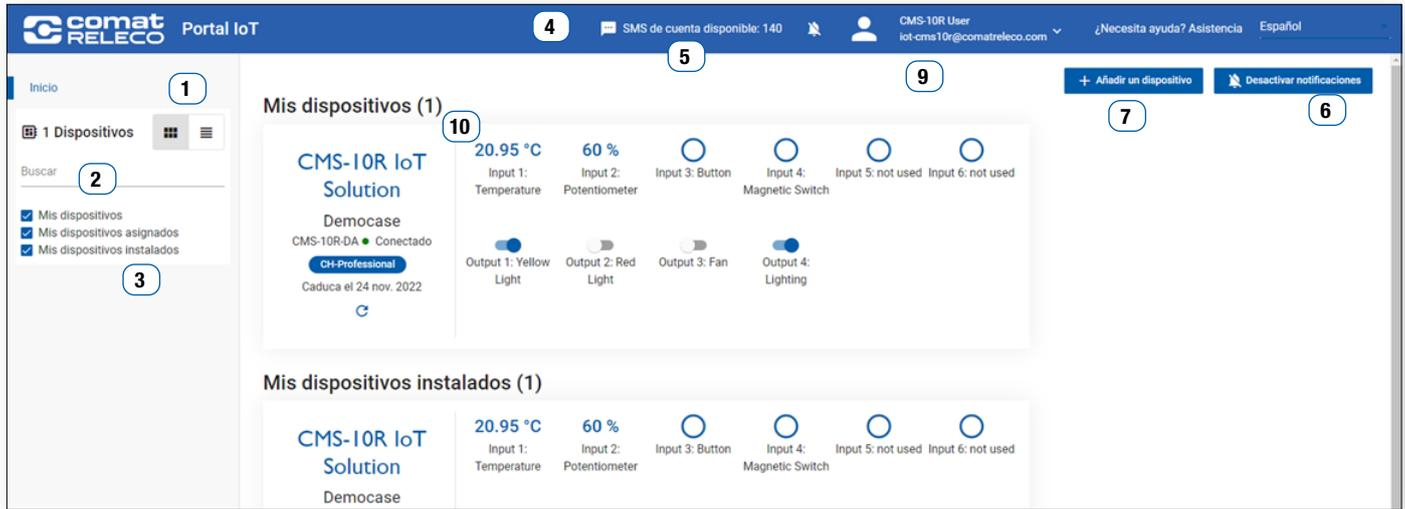

Figura 33
Seleccione el dispositivo deseado en la vista de dispositivos (Figura 33). Elija **Emparejar**.
Los datos del titular de la cuenta se introducen/se modifican en este menú (véase Figura 35, Figura 33 (8) y Figura 34 (8)). Los campos marcados con un asterisco (*) deben ser rellenados.
Los paquetes de SMS adquiridos aquí pertenecen al **Propietario** y pueden utilizarse para todos los dispositivos de su propiedad. (véase Figura 33 y Figura 34 (4))